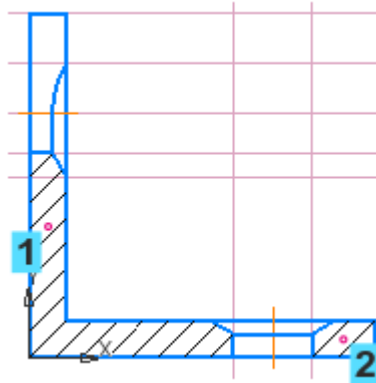

Рисунок 1
- Нажмите кнопку Создать объект . (рисунок 1)